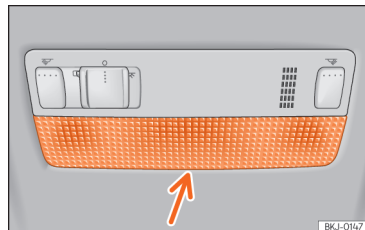

Fig. 175 Luz dianteira de leitura.
- Introduza uma chave de fendas fina, com a parte plana, entre a carcaça e o vidro >>> Fig. 175.